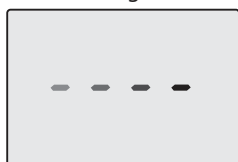
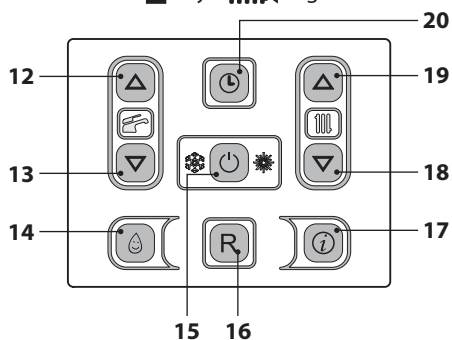

Figura 6.5
Figura 6.6
- Conecte la alimentación eléctrica de la caldera accionando el interruptor bipolar incluido en la instalación. El display LCD mostrará el símbolo  (Figura 6.5).
- Mantenga pulsado durante 2 segundos el botón 15 hasta que aparezcan en el display los símbolos  y . Figura 6.6.
- Apague la caldera manteniendo pulsado durante 2 segundos el botón 15 (Figura 6.6) hasta que aparezca en el display LCD el símbolo — — — — (Figura 6.5).